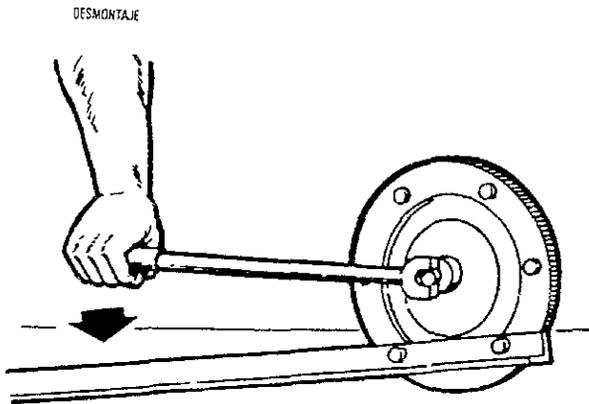

Figura. 39 Desmontaje del volante de inercia
- Para desmontar el volante de inercia se requiere utilizar alguna forma de inmovilizarlo. Esto puede lograrse utilizando un trozo de ángulo de acero de 1 00 metro de longitud aproximadamente. Se hacen dos perforaciones para poder atornillar el ángulo al volante. Una vez inmovilizado el volante se retira la tuerca que lo sostiene. Para separar el volante se debe golpear suavemente con un martillo teniendo cuidado de no maltratar los dientes de la corona. Como se muestra en la figura 39 (35mm, 217 lb-pie)